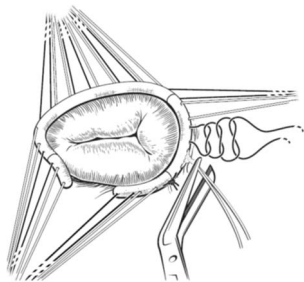
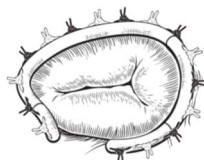

図 14
図 15
- 1) ホルダを取り外したのち、すべての縫合糸をしっかり結紮し(図 14)、余分な糸をすべて切除する(図 15)。